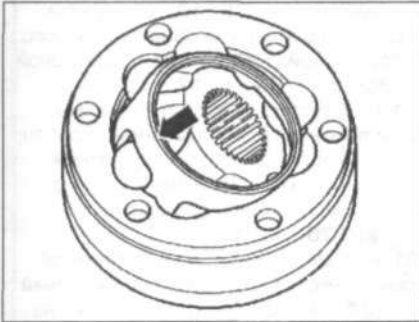

Рис. 9.39. Вставьте ступицу с шариками в корпус шарнира (**стрелка**).
9. Вставьте ступицу с шариками в корпус шарнира (**стрелка**) (рис. 9.39). Шарнир установлен правильно, если ступицу можно перемещать рукой вперед и назад.